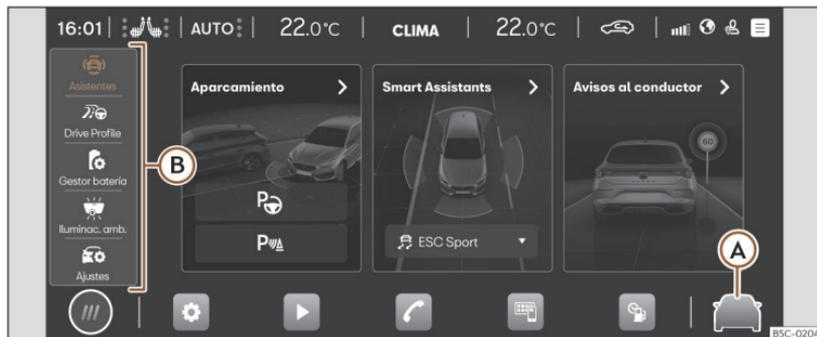

Fig. 15 Representación esquemática: Asistentes y ajustes del vehículo.
Pulsando sobre  >>> **fig. 15 (A)**, o bien, en el menú principal sobre **Ajustes del vehículo**, se abre el menú de los asistentes y ajustes del vehículo. A continuación, pulsando sobre alguno de los menús situados en la zona izquierda **(B)**, se muestra en pantalla el menú de ajustes o de asistentes seleccionado.